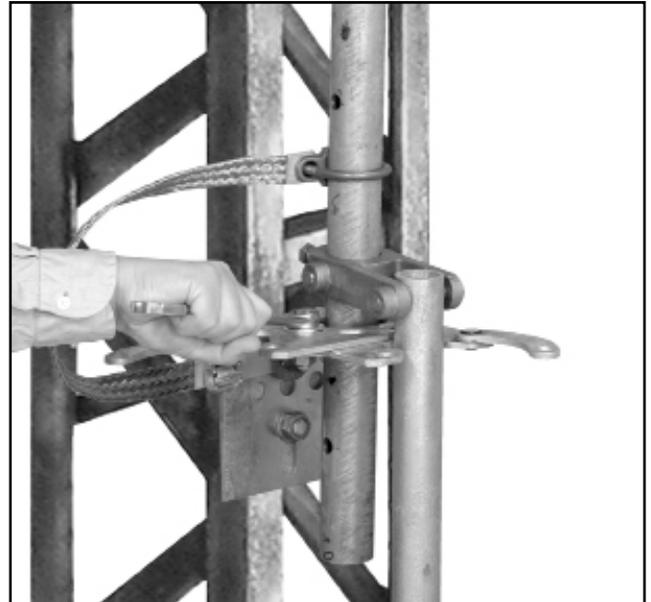

Figura 37. Apriete de los tornillos para asegurar las placas de tope a la placa de apoyo.
**Paso 31** Mientras sostiene ambas placas de tope en sus posiciones marcadas previamente, apriete los tornillos para asegurar las placas de tope a la placa de apoyo. Ver Figura 37.